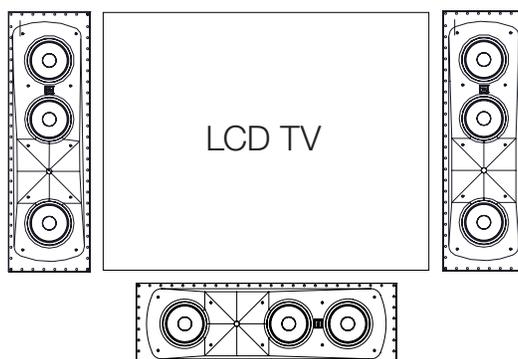

図5
非透過型プロジェクション・スクリーンの場合、設置時にLCD/プラズマ/OLEDディスプレイが使用され、SLC-2は直接スクリーンの下または上に横向きにし、できるだけビデオ・ディスプレイに近づけて使うことができます(図5)。
**注:**中央、左右のスピーカーを同じ高さに、できるだけ近づけて置くことが非常に重要です。センターチャンネル・スピーカーのホーンは左右スピーカーのホーンよりも2フィート(61cm)超高く、または低くします。これにより、サウンドが左から中央、右の方に流れているように感じられる「サウンドパン」の正確な定位が維持されます。プログラム・サウンドが上下に移動しているように感じられる場合も、リアルなパン効果の感覚を壊してしまう可能性があります。センタースピーカーとの高さの違いを軽減するには、左右チャンネル・スピーカーをわずかに低くします。L&R SLC-2を180°(上下反対に)回転させて、全スピーカーの聴覚上の高さをよりマッチさせることもできます(図5)。